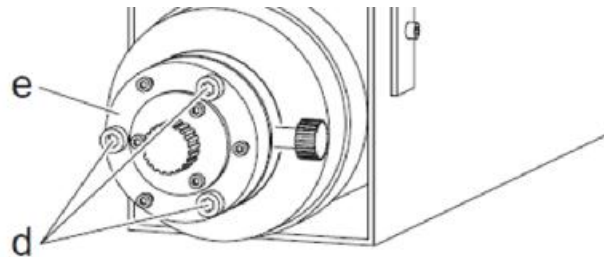

Abb. 1-3: Stellschrauben (d), Justierplatte (e)
6. Lockern Sie die Feststellschrauben (c, Abb. 1-3) und die Stellschrauben (d, Abb. 1-3) leicht.